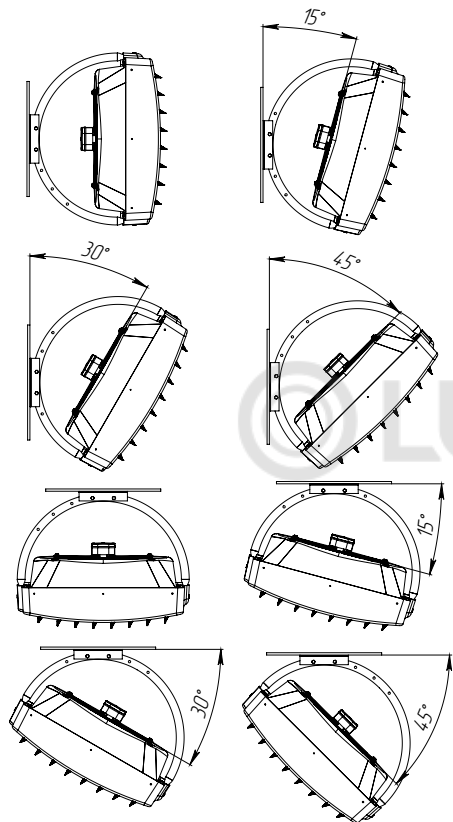

Рис.12
7.13 В р и нты уст новки тепловентилятор н кронштейне (рисунок 12). Прибор в кронштейне может монтироваться под углами:  $0^\circ$ ,  $15^\circ$ ,  $30^\circ$ ,  $45^\circ$  к вертикальной плоскости.